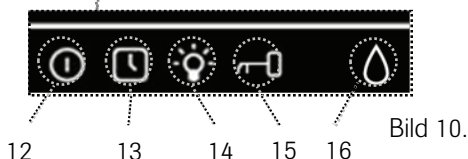

Bild 10.
5. Statusrad (Bild 10)– Visar status för vissa funktioner (se 12, 13, 14, 15 och 16)